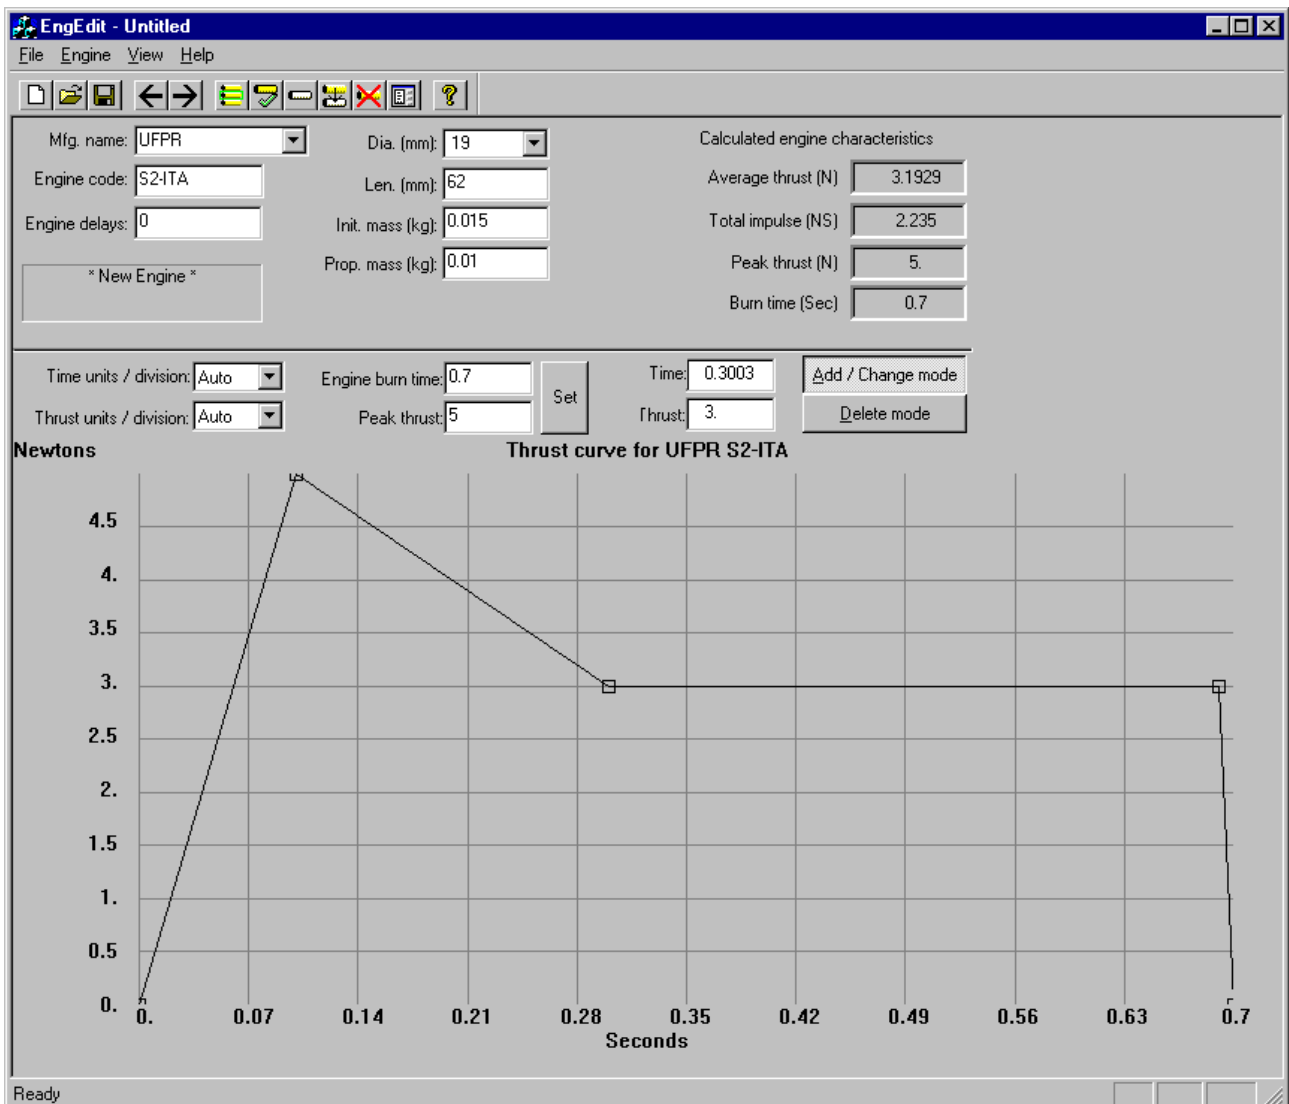

Figura 5. Exemplo de curva de empuxo no Engine Editor.
- (g) A janela principal deverá apresentar um gráfico da curva de empuxo, o empuxo médio (Average thrust = 3.1929 N) e o impulso total (Total impulse = 2.235 Ns) do motor, conforme mostrado na Figura 5.